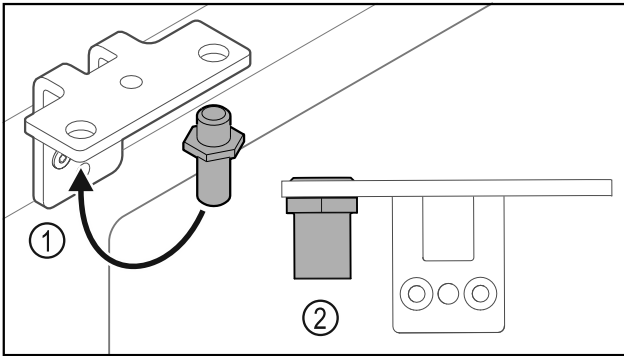

Fig. 22
- ▶ Bolzen Fig. 22 (1) im Scharnierwinkel umsetzen.
- ▶ Bolzen Fig. 22 (2) mit **Drehmoment von 12 Nm (9 ft-lb)** anziehen.